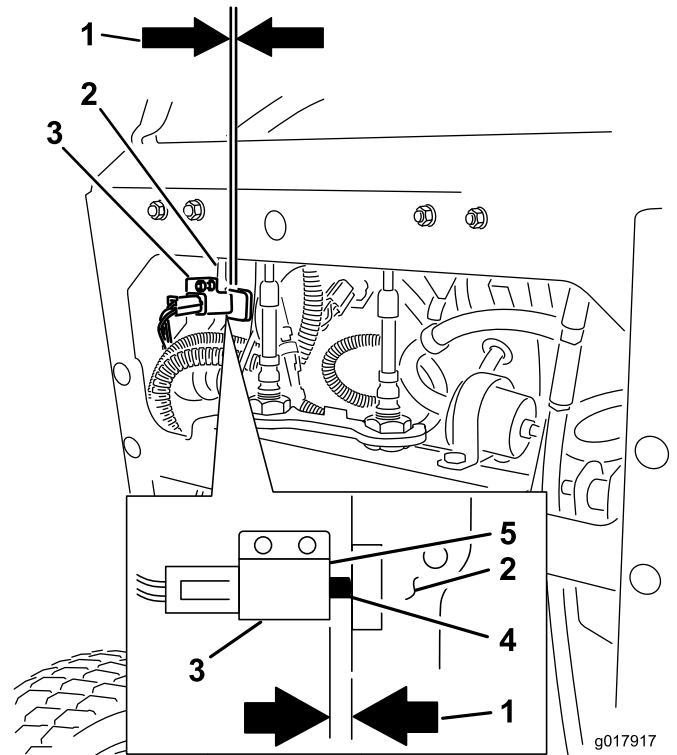

**Figura 66**
5. Para ajustar el freno, retire la chaveta y el pasador de la palanca de freno inferior y la horquilla (Figura 66).
6. Afloje la contratuerca (Figura 66).
7. Gire la horquilla (Figura 66).
8. Sujete la horquilla a la palanca de freno inferior con el pasador y la chaveta (Figura 66).
9. Apriete la contratuerca (Figura 66).